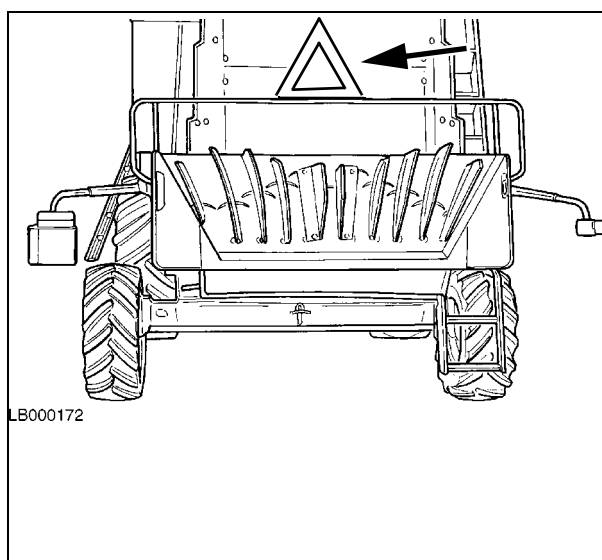

Рис. 28
- c) ДАНИЯ, ШВЕЦИЯ: Красная светоотражающая табличка треугольной формы, закрепленная на задней стороне машины (Рис. 28).